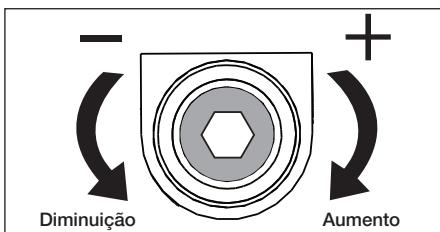

Figura 14, Parafuso de Ajuste da Válvula de Alívio
- Usando chave Allen de 7/32", gire o parafuso de ajuste da válvula de alívio por 2 voltas. Ver Figura 14.